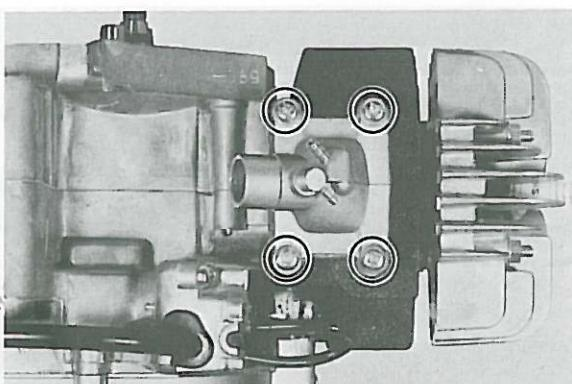

Fig. 3-2-1
Remove reed valve assembly holding bolts (4), carburetor joint and reed valve assembly. (Fig. 3-2-1)
Enlever les boulons (4) du raccord de carburateur, et enlever le raccord et la soupape assemblée. (Fig. 3-2-1)
Danach die Halteschrauben (4) der Zungenventileinheit herausdrehen, das Vergaserverbindungsstück entfernen und die Zungenventileinheit herausnehmen. (Fig. 3-2-1)